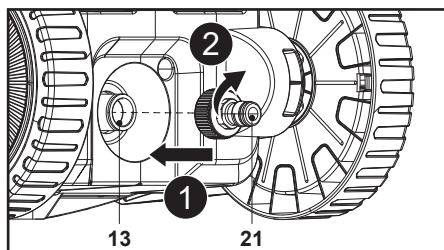

Fig. 7
Aligner et visser l'adaptateur d'arrivée d'eau (21) sur le raccord d'arrivée d'eau (13) à l'arrière de la machine (Fig. 7, étapes 1 et 2).